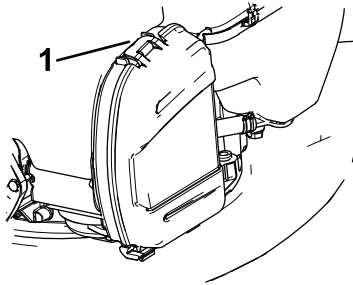

Figura 17
1. Levante la pestaña para abrir la tapa del filtro de aire (Figura 17).